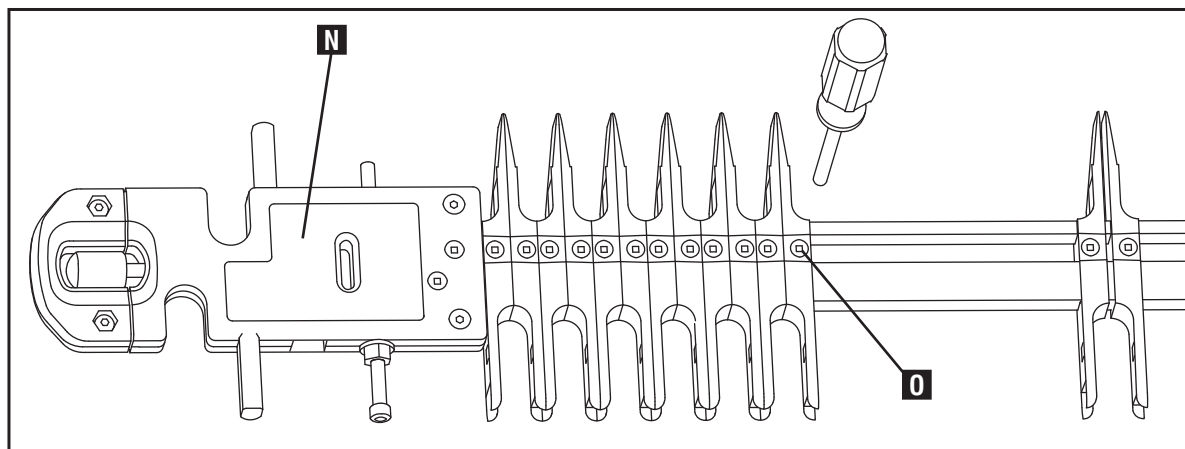
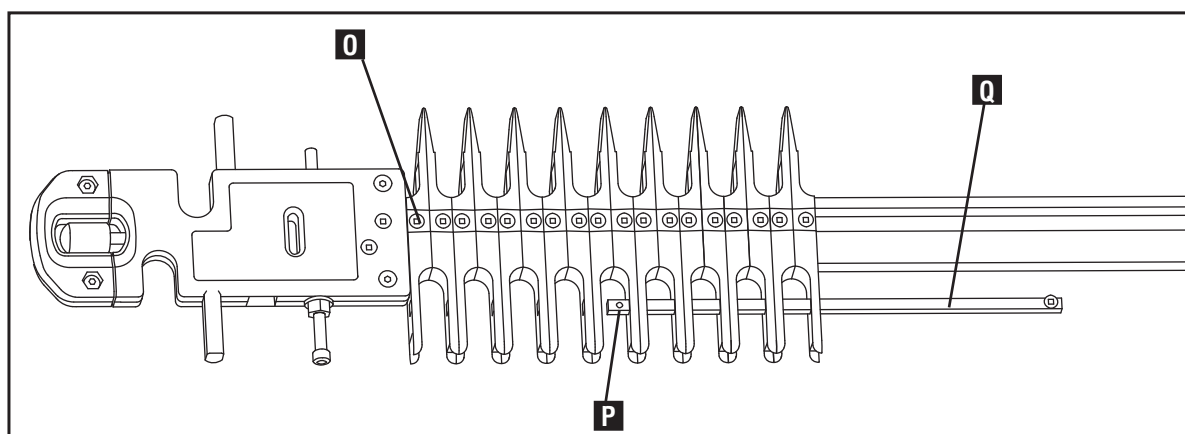
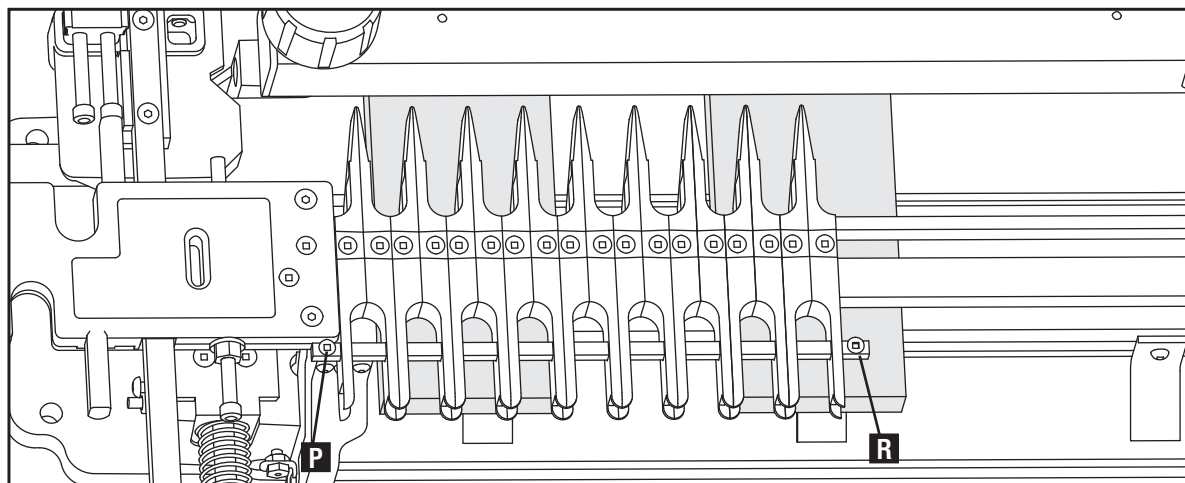

Fig. F4
Fig. F5
Fig. F6
- Monter le gabarit avec l'étiquette « Brèches A » (N), Fig. F4, placée en haut et à la gauche.
- Desserrez toutes les vis sur le doigt (une est montrée en (O)) et faites glisser tous les doigts vers la gauche.
- Enlevez le jeu de vis qui est placé en (P), Fig. F5, au bout de la barre (Q). Faites glisser la barre tout le long à travers les trous dans les doigts et remplacez le jeu de vis (P). Puis, resserrez les vis du doigt (O). Assurez-vous que le jeu de vis (P) et (R), Fig. F6, est en place afin que la barre ne glisse pas vers l'extérieur.